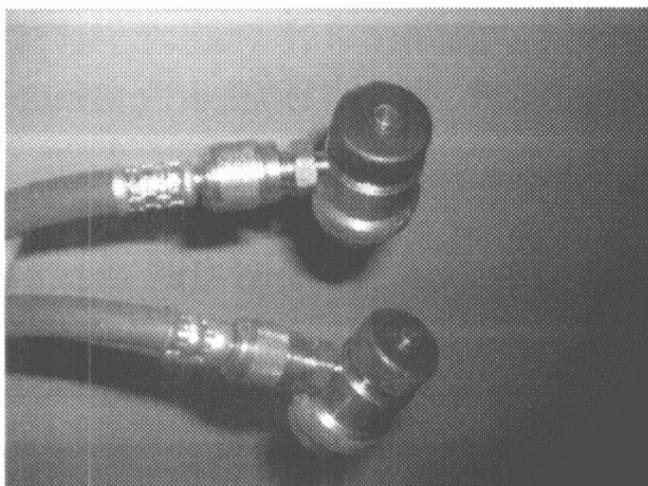

Рис. 9
На Рис.9 изображены шланги высокого и низкого давления с разъемами для подключения к системе кондиционирования.
2. Наверните муфты быстрого соединения на шланги (синяя = низкое давление, красная = высокое давление), – Рис. 9.
3. Вставьте вилку в розетку и включите выключатель (M) на задней панели для того чтобы включить станцию.
5. Заполните ёмкость для свежего масла (H) соответствующим синтетическим маслом для холодильных агрегатов (опционно TYPE RL 100).